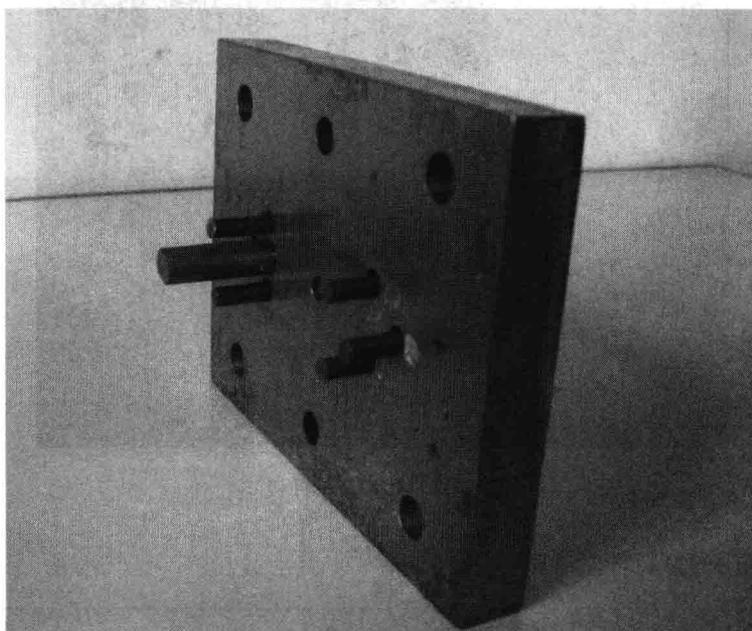
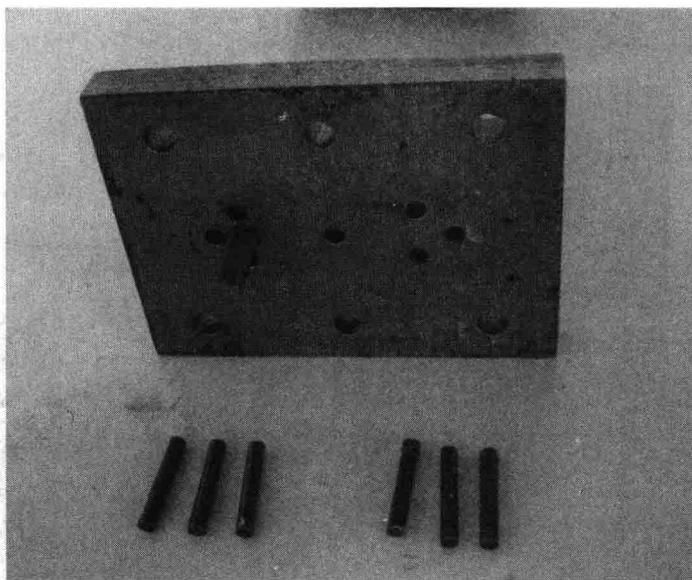

图 1-14 推杆卸下前
图 1-15 推杆卸下后
③ 推杆卸下前如图 1-14 所示。取下凸模固定板内的 6 个推杆（见图 1-15）。